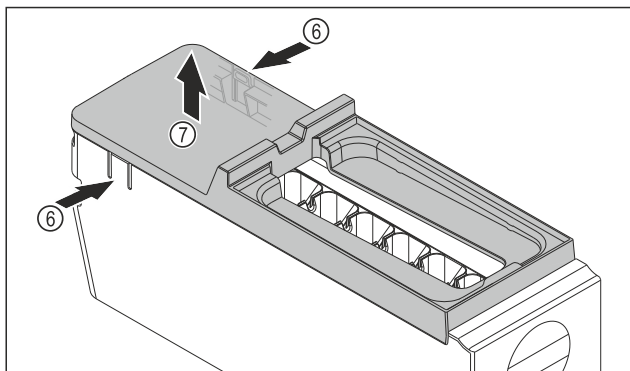

Fig. 105
- Vegye le az EasyTwist-Ice egység testének fedelét: Nyomja meg az egyik kezével a füleket Fig. 105 (6) az EasyTwist-Ice egység testének mindkét oldalán.
- Vegye ki a fedelet Fig. 105 (7) a másik kezével felfelé.